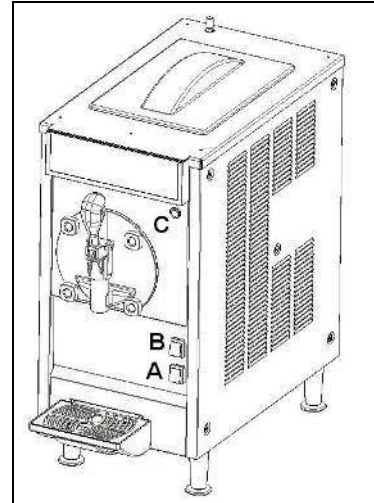

Fig. 7
- Remettre le couvercle sur le bac, insérer la fiche et activer l'interrupteur principal A (fig.7).
- En le positionnant sur le flocon de neige on activera l'installation frigorifique en mode de dégivrage ou en mode granité selon la position de l'interrupteur B (fig.7 et 8).
- En le positionnant sur le symbole du lavage (wash avec les gouttelettes) on activera uniquement la rotation de l'organe de mélange et l'installation frigorifique restera désactivée (fig.7 et 8).
- Lorsque le niveau du granité à l'intérieur du bac est inférieur au niveau minimum le voyant C s'allume (fig.7) sur la façade ; afin d'éviter qu'il y ait une formation excessive de glace à l'intérieur du cylindre, il faut procéder à la remise à niveau du réservoir supérieur.